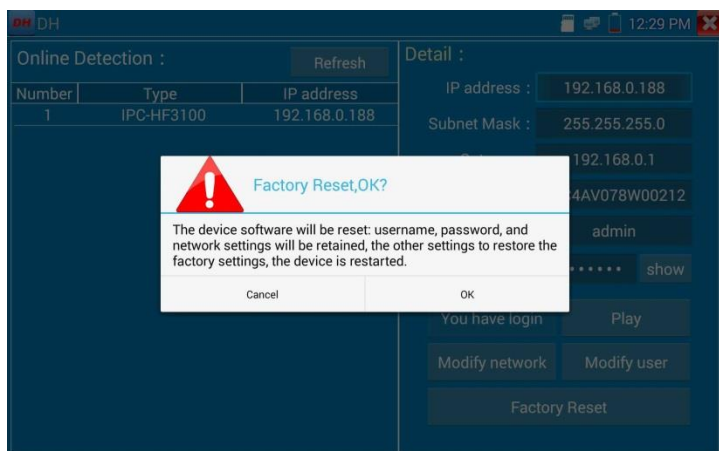

Рис. 120 Сброс к заводским настройкам
6. Для сброса настроек видеонаблюдения к заводским воспользуйтесь кнопкой «Сброс к заводским настройкам» (Factory Reset) рис. 120